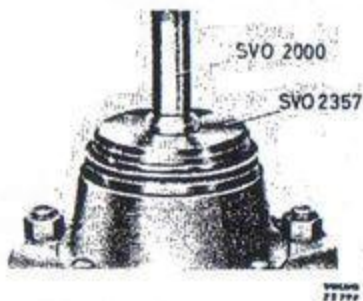
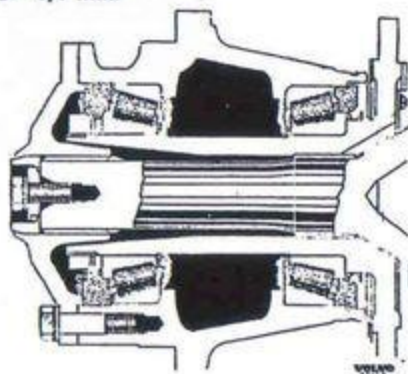

Bild 116. Montering av täfningsring.
Bild 117. Smörjning av framhjulslager.
4. Montera bromssköld, nav, drivfläns, bromstrumma och hjul. Bstryk navets styrning för bromstrumma och hjul med fett för att förhindra rostbildning. Beträffande smörjning av hjullager se sid 86. Innan navet monteras pressas tättningsringen i enligt bild 116. Mellan den på bromsskölden placerade tättningsringen och bromstrumman bör vara ett mellanrum på 0,3—0,4 mm.
4. Montera övriga delar i motsatt ordningsföljd mot demonteringen. Pressa i navets tättningsring enligt bild 116. Fyll på olja i framaxelkåpan. Smörj rzeppaknutarna.
ningsringen med dorn SVO 2357 enligt bild 116. Täfningsringens gummiläpp skall vändas mot lagret och ringens anliggningsyta skall bestrykas med ett tunt lager fett. Fyll fett utanför lagren enligt bild 117.